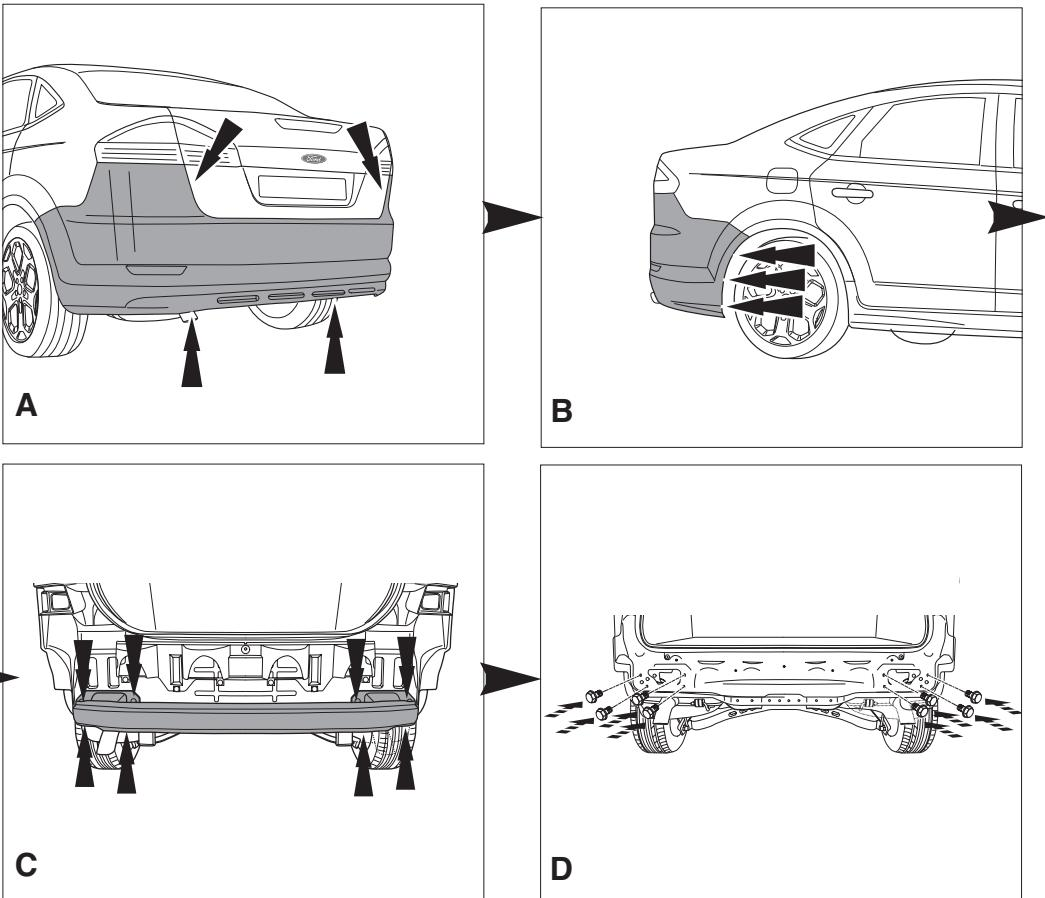

Fig.1
1. Zdemontować z pojazdu zderzak wraz ze stalową belką zderzakową, belka zderzakowa nie będzie ponownie używana. Zderzak ponownie śruby. Patrz rysunek 1.
- Снять бампер вместе со стальным буферным бруском автомобиля; буферный брус больше не понадобится. Поставить болты на место. См. рисунок 1.